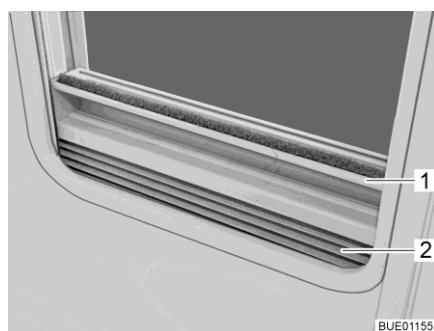

Fig. 37 Tendina oscurante pieghevole
- Chiusura:** ■ Afferrare la tendina oscurante pieghevole (Fig. 37,2) per la parte centrale della barra di presa (Fig. 37,1), tirarla dal basso verso l'alto e rilasciarla nella posizione desiderata. La tendina oscurante pieghevole rimane in questa posizione.